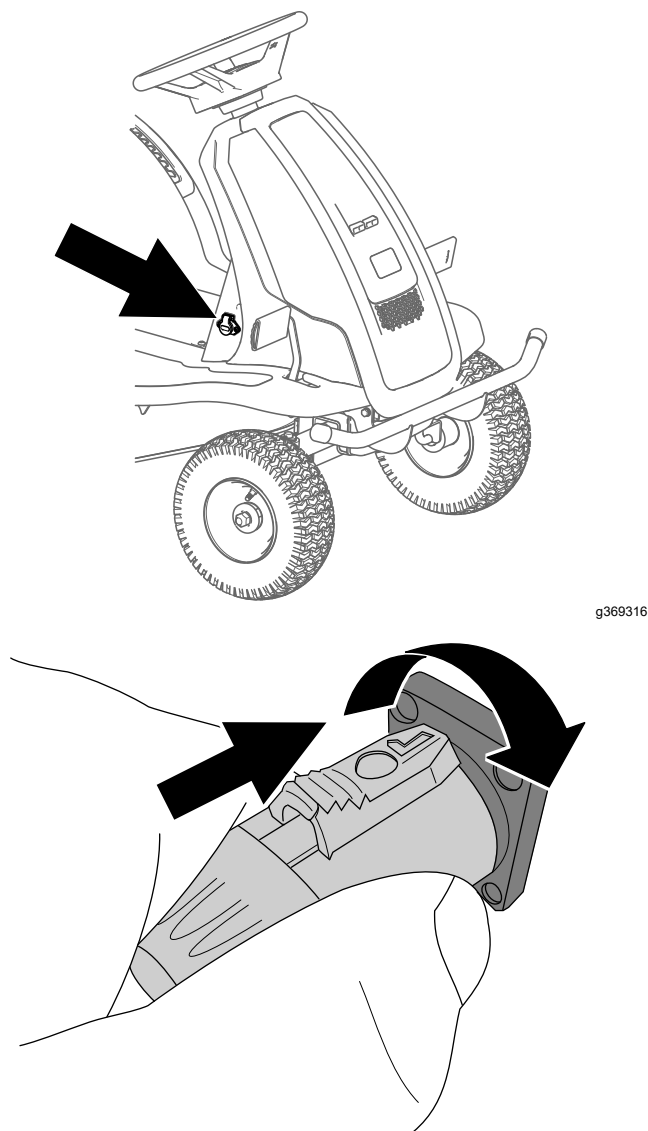

Figure 35
4. Connectez le chargeur à la prise de charge et tournez la fiche dans le sens horaire pour la fixer en place (Figure 35).